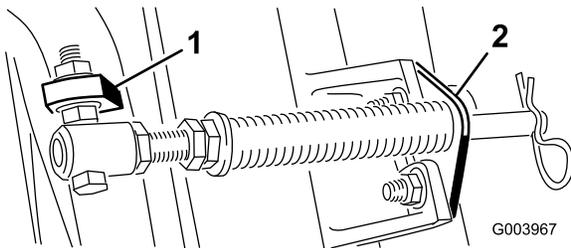

図 5
- C. スプリングチューブのボルトを、反対側のキャリアフレームのタブに取り付け、フランジナットで固定する。ボルトは、**図5** に示すように、頭部が外側にくるように取り付ける。
D. カuttingユニットのタブにロッドブラケットを取り付け、キャリッジボルト2本とナットで固定する 図 5。